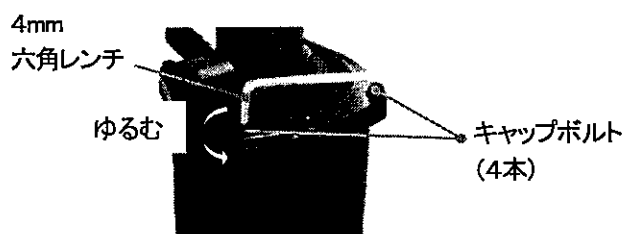

図7-18
- (1) カプラを分離する等により、圧縮空気の供給を止めてください。
- (2) コレクタ、及びアンビルを外して下さい。
- (3) 4mm 六角レンチでキャップボルト(4本)を外してください。(図7-18)